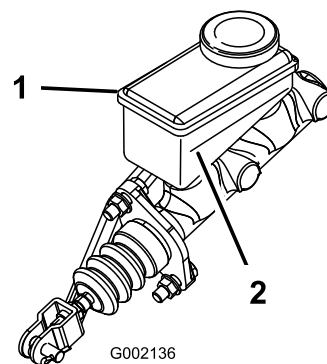

Figura 64
- B. Adicione fluido dos travões DOT 3 ao reservatório até o nível do fluido estar acima da linha de mínimo (Figura 64).
5. Observe o nível do fluido na parte lateral do reservatório (Figura 64).